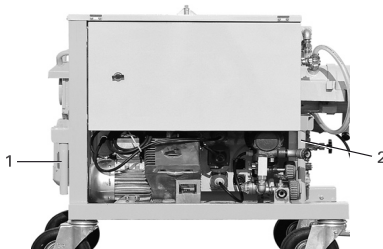

Bild 12: Handgriffe
- Bei einem Transport von Hand können das Mischrohr, der Kompressor, das Pumpenteil und das Zubehör abgenommen und einzeln transportiert werden; das Gestell selbst hat auf den beiden Stirnseiten je zwei Handgriffe in verschiedenen Griffhöhen (Bild 12)